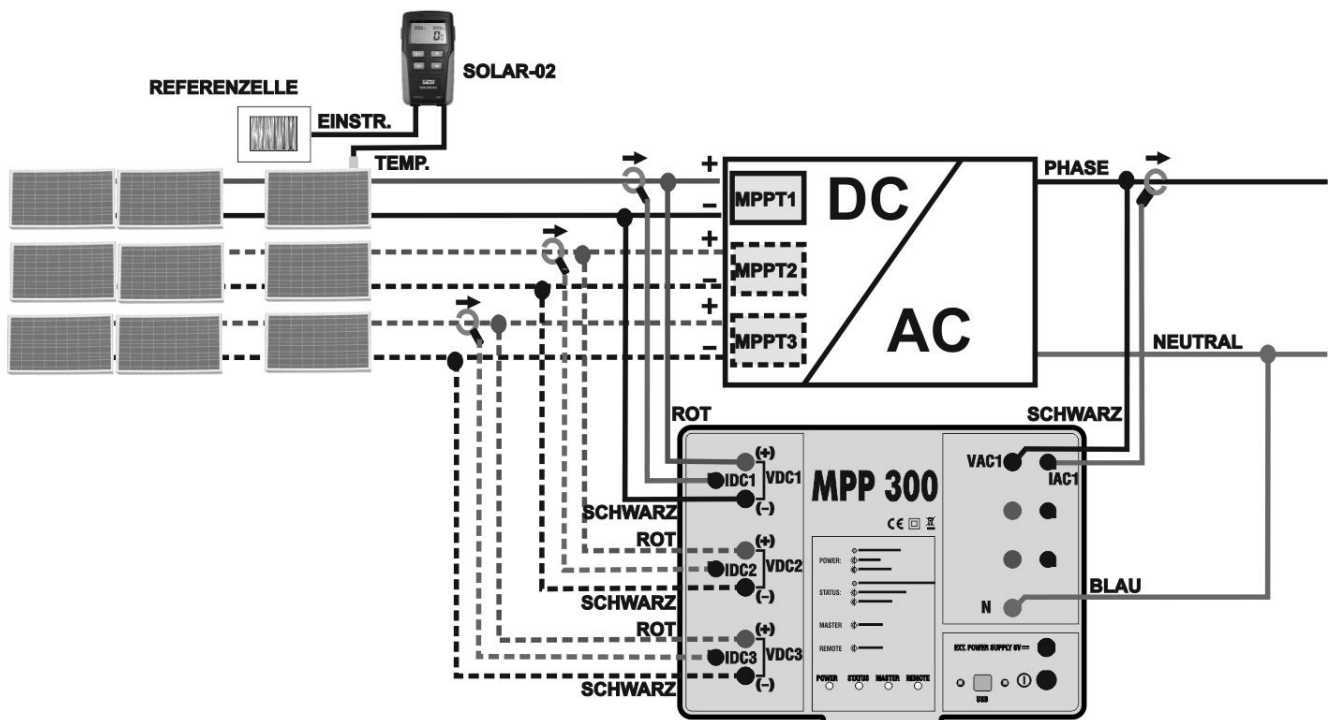

Abb. 5: Anschluss des MPP300 zur Prüfung von PV Anlagen mit 1 Phasen AC
7. Schließen Sie den **VDC1(+)** und **VDC1(-)** Eingang des **MPP300** an die Ausgänge des PV-Strings die am MPPT1 angeschlossen sind mit an und beachten dabei die Polungen und Kabeladernfarben der Abbildungen Abb. 5 oder 6.
10. Schließen Sie die DC Strommesszange am Pluspol des Strings **unter BeVORSICHT der Pfeilrichtung** an (siehe Abb. 5 oder 6). Bringen Sie die DC Stromzangebacken so weit wie möglich vom Wechselrichter vom Minuspol des PV Strings entfernt an.